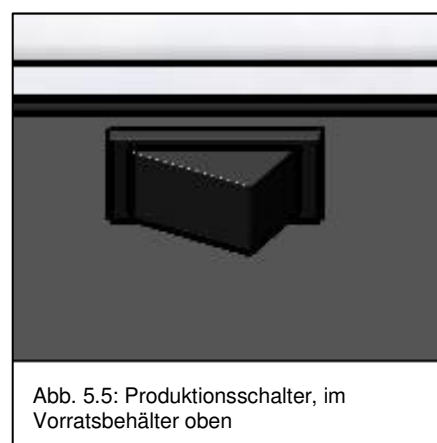

Abb. 5.5: Produktionsschalter, im Vorratsbehälter oben
ACHTUNG: Bevor Sie die Maschine verpacken, müssen das Wasser und das Eis vollständig aus der Maschine entfernt werden. Um das Wasser der Eisbereitungswanne vollständig zu entleeren, die Maschine ausschalten (Produktionsschalter -siehe Abb. 5.5-, im Vorratsbehälter oben, nach rechts drücken). Sofern sich an den Verdampferfingern Eiswürfel befinden, bitte warten bis diese sich lösen und vollständig in den Vorratsbehälter gefallen sind. Nun die Eiswürfel aus dem Vorratsbehälter entnehmen und Restfeuchtigkeit mit einem Tuch entfernen. Maschine ausbauen, Wasserzuleitung schließen, Netzstecker ziehen und alle Schlauchverbindungen trennen.
5.2.7 Frontblech wieder montieren. Bitte darauf achten, dass der Produktionsschalter (siehe Abb. 5.5) ausgeschaltet (nach rechts gedrückt) ist.